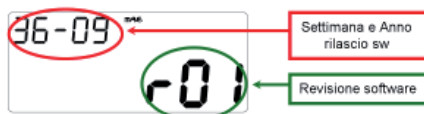
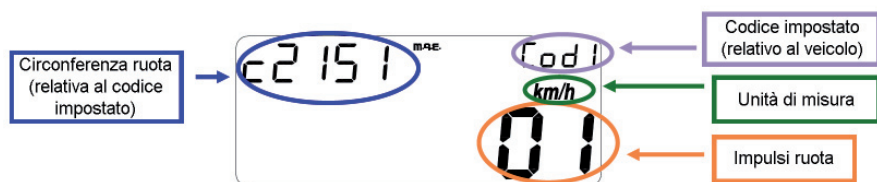

Fig. 17
Fig. 19
- I^ page (à chaque branchement avec la batterie du véhicule): Version et date de délivrance du logiciel (pendant environ 3 secondes) (fig. 17).
- III^ page (à chaque allumage de l'instrument): Affichage des paramètres programmés (fig. 19).
- Visualización de las pantallas como se indica en las fig. 17 y fig. 19 durante aprox. 3 seg.